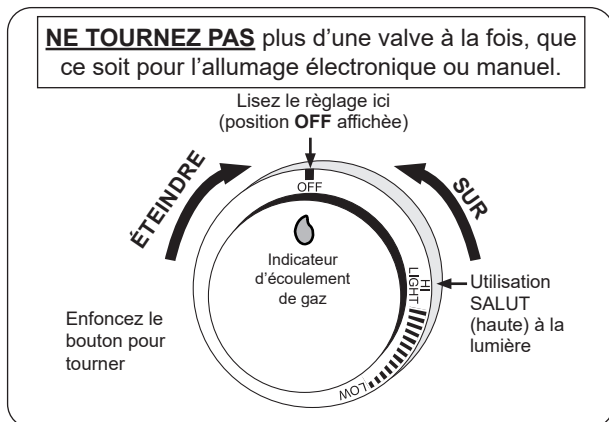

Fig. 36-1 Bouton de commande
Pour votre convenance et sûreté ; quand le bouton de commande est tourné à la position de fonctionnement, l'indicateur d'écoulement de gaz changera de bleu en le rouge. (Le rouge indique l'écoulement de gaz.) Voir la Fig. 36-1.
4. Appuyez sur le bouton de commande souhaité **pendant 5 secondes**. Assurez-vous que l'allumeur brille (à l'intérieur du tube d'éclairage), puis tout en appuyant, tournez le bouton dans le sens inverse des aiguilles d'une montre jusqu'à la position **HI LIGHT** (Fig. 36-1). Une fois le brûleur allumé, relâchez le bouton.